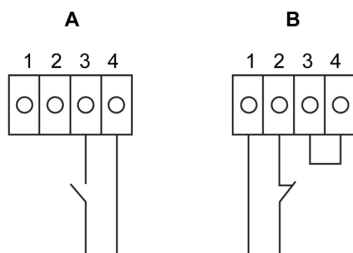

Figura 16. Connessioni dell'interruttore EPO
L'interruttore EPO è connesso al connettore dedicato EPO posto sul pannello frontale superiore dell'UPS. La figura 16 illustra le connessioni normalmente aperte (NO) e normalmente chiuse (NC) dell'interruttore EPO.